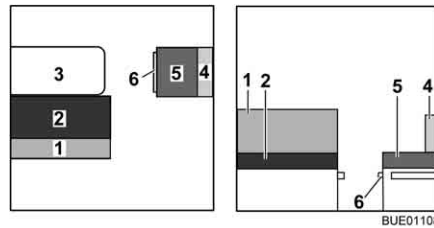
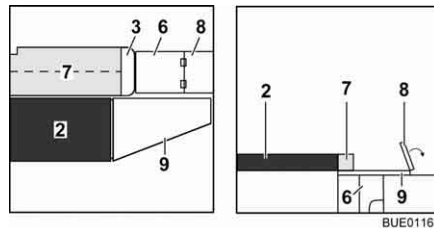

Fig. 135 Prima della trasformazione
Fig. 136 Durante la trasformazione
- Trasformare il tavolo (Fig. 135,3) in struttura di supporto letto (vedi paragrafo 6.11).
- Rimuovere il cuscino dello schienale (Fig. 135,1) e riporlo.
- ▷ A seconda del modello, è possibile utilizzare il cuscino dello schienale (Fig. 135,1) al posto del cuscino aggiuntivo (Fig. 136,7).
- Togliere il cuscino dello schienale (Fig. 135,4) e il cuscino del divano (Fig. 135,5) e riporli di lato.
- Estrarre la prolunga del cassone letto (Fig. 136,6).
- Ribaltare la prolunga della piastra del sedile (Fig. 136,8) verso l'esterno.
- Aprire il cuscino aggiuntivo (Fig. 136,7) e collocarlo sul tavolo.
- Agganciare l'allargamento letto (Fig. 136,9) negli alloggiamenti sulle caspanche.